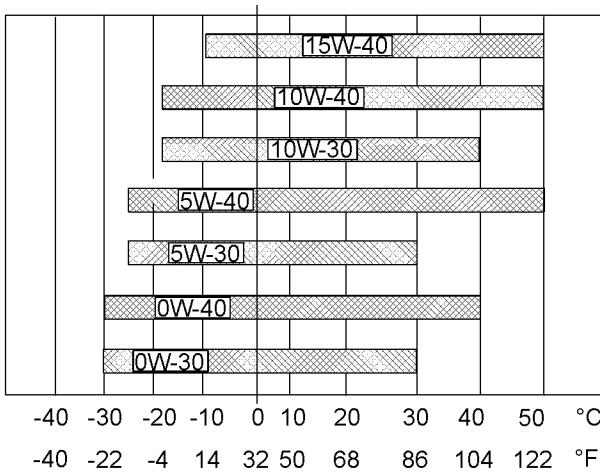

図47
冷めたエンジンを始動するのに必要なオイルの粘度を判断するには、図47(最低温度)を参照してください。
想定される最高外気温度でエンジンを運転する際のオイル粘度を選定するには、図47(最高温度)を参照してください。
- 適切な推奨油粘度を参照してください。図47を参照して、各エンジンに適した粘度等級を確認してください。